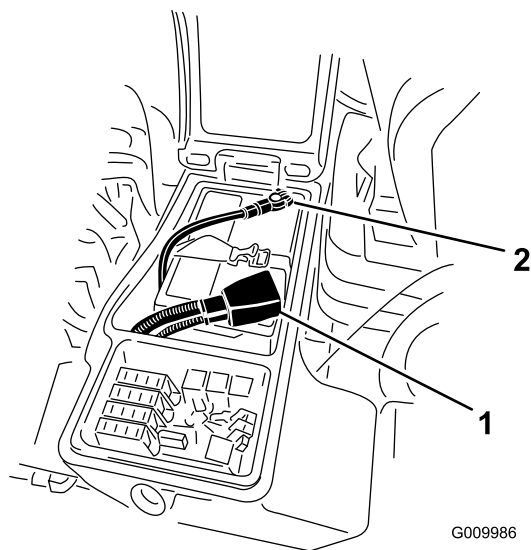

图 54
3. 从负极 (-) 电池端子取下负极接线黑色从正极 (+) 电池端子取下正极接线红色图 54。
6. 将正极红色接线连接到正极 (+) 电池端子负极黑色接线连接到负极 (-) 电池端子 (图 54)。